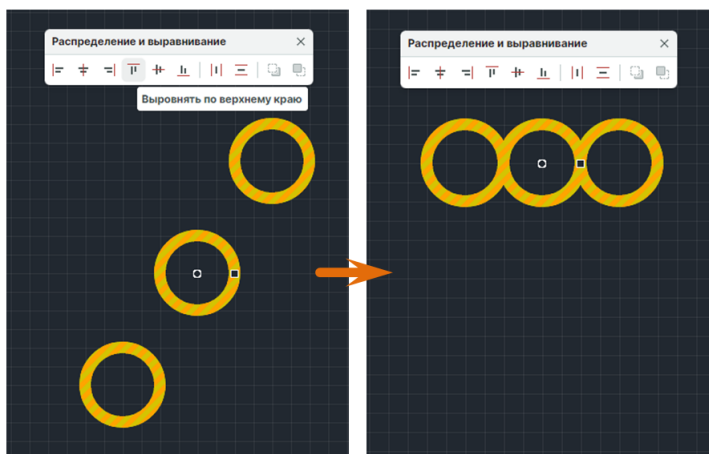

Рис. 565 Выравнивание по верхнему краю
2. На панели «Распределение и выравнивание» выберите инструмент «Выровнять по верхнему краю», который обозначен иконкой , см. Рис. 565.